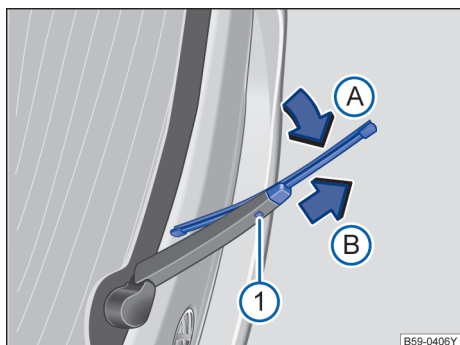

图 131 更换后风窗刮水器刮水片。
- 按住解锁按钮 → 图 131 ①。
- 将后风窗刮水器刮水片朝刮水器摆臂 → 图 131 (箭头 A) 方向翻转，同时沿箭头方向 B 拔下。会因此需要用较大的力量。